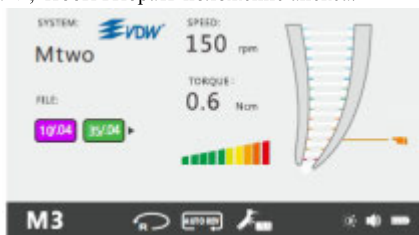

Рис. 29 Выбор положения апекса при включении функции "DR'S CHOICE"
- Нажмите на кнопку "SET", значок настройки апекса становится настраиваемым (Рис. 29);